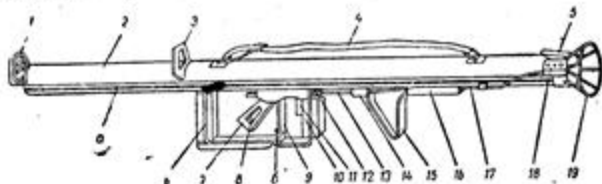

Рис. 1. 88-мм реактивное противотанковое ружье (вид слева):
88-мм реактивное противотанковое ружье обр. 1943 г. немцы называли «Офенрор» (рис. 1), а обр. 1944 г. стали называть «Панцершрек». Ружье предназначается для борьбы с танками всех типов и другими бронированными целями на дальностях до 150 м.
Зарядив ружьё, правой рукой оттягивают рукоятку 7 (см. рис. 1) назад доотказа и нажимают на защёлку предохранителя 8, чтобы поставить ударный стержень 13 на боевой взвод. После этого правую руку переносят на рукоятку 10 и плавно нажимают на спусковой рычаг 11. При этом ударный стержень под действием сжатой боевой пружины 12 быстро продвигается назад и ударяет по сердечнику, находящемуся в импульсном генераторе 14. В результате удара сердечник получает движение, вследствие чего в импульсном генераторе возникает электрический ток.
3. Левою рукой прижать пружинную защёлку 5 (см. рис. 1) к трубе.
1. Оттянуть назад доотказа рукоятку 7 (см. рис. 1) для взведения ударного стержня 13; при этом защёлка предохранителя 8 заскочит за зуб на промежуточной стойке 9.